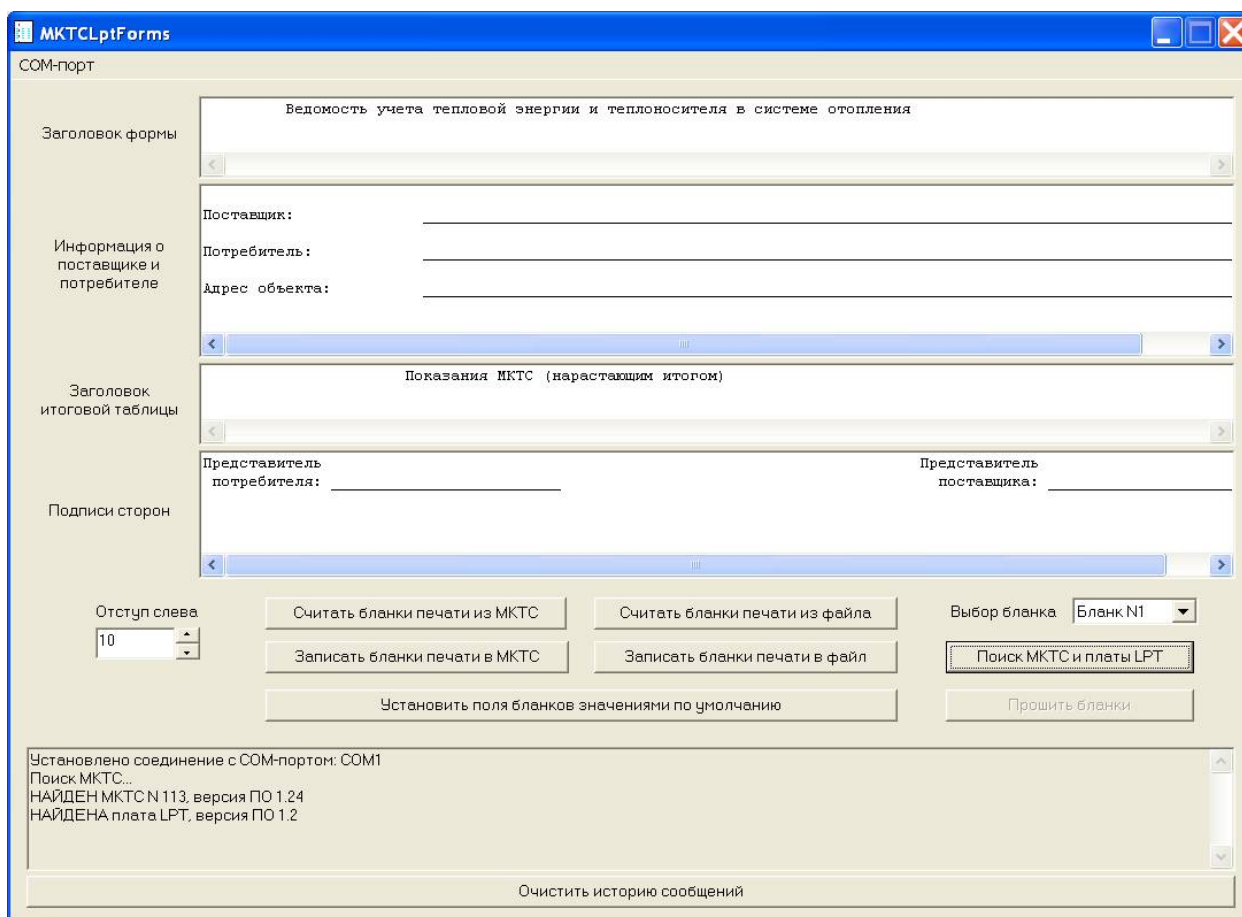

Рисунок 3-2.
С помощью программы МКТСLptForms можно редактировать изменяемые поля любого из 8 бланков и записывать их в УПП. Изменению подлежат следующие поля бланков печати (см. Рисунок 3-2):
2. Запустите на ПК программу. Программа должна автоматически связаться с СОМ-портом, выполнить поиск СБ МКТС и УПП, после чего выдать соответствующие сообщения в окно сообщений, расположенное внизу окна программы. В случае, если МКТС и УПП будут найдены, то будут подсвечены кнопки «Считать бланки печати из МКТС» и «Записать бланки печати в МКТС». Вид окна программы в этом случае приведен выше (см. Рисунок 3-2).